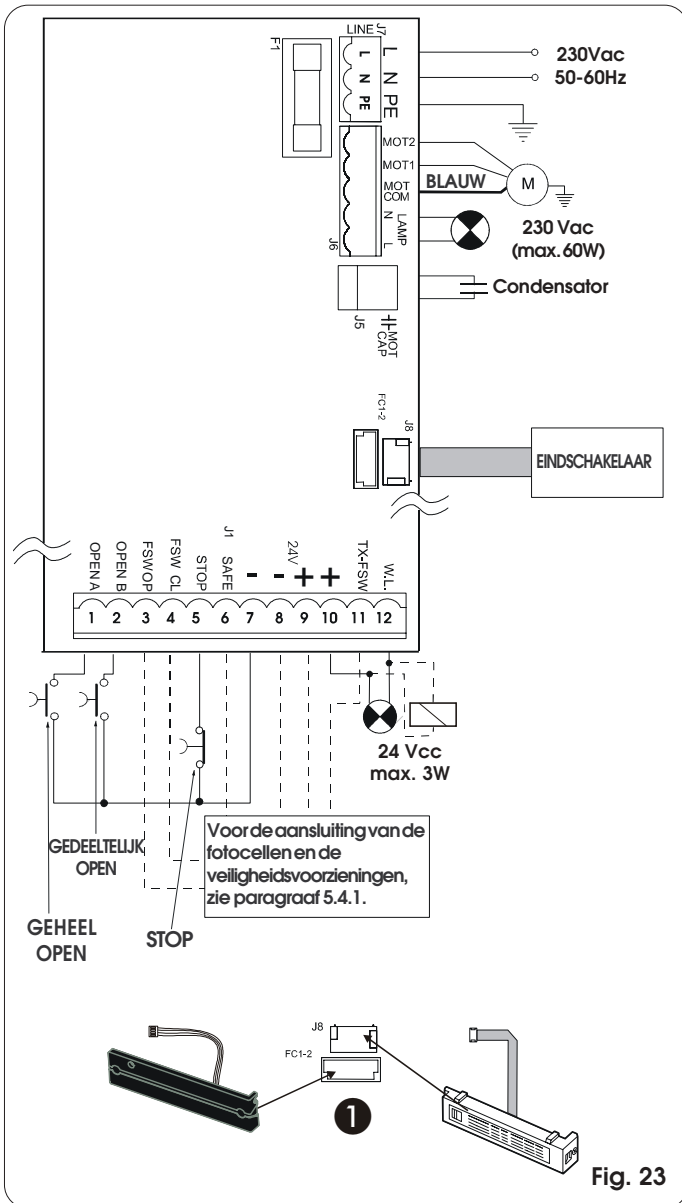

Fig. 23
5.4.2. Klemmenbord J7 - Voeding (fig. 23)
5.4.3. Klemmenbord J6 - Motoren en waarschuwingslamp (fig. 23)
5.4.4. Klemmenbord J1 - Accessoires (fig. 23)
Connectormetsnelkoppeling voor aansluiting van de eindschakelaar. Hiermee kan zowel de MLS- als de inductieve eindschakelaar op de apparatuur worden aangesloten (fig. 23 ref. 1).